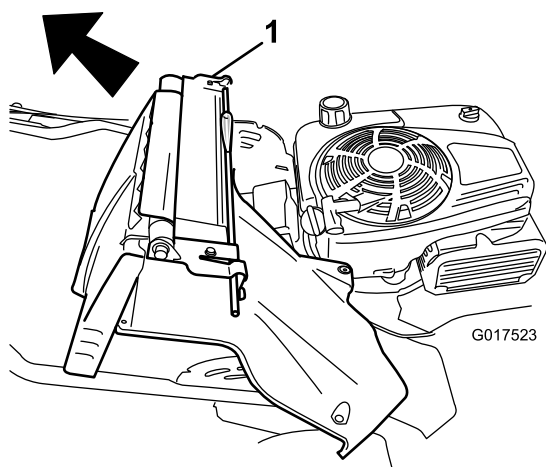

Figura 37
7. Retire a porta traseira e conjunto da alavanca-bloqueio-manípulo (Figura 37).